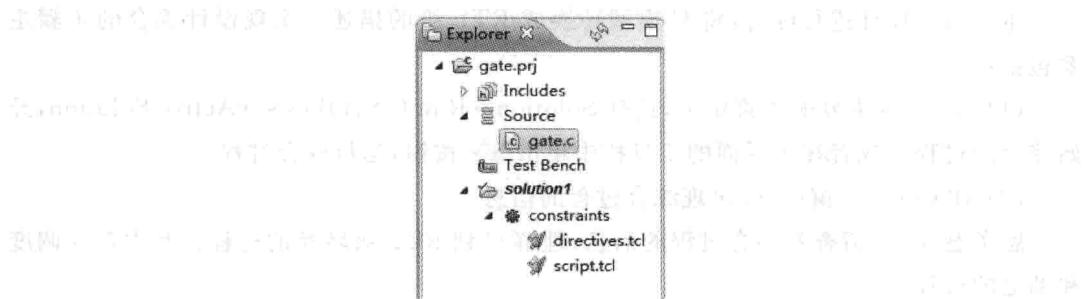

图 5.64 工程设计文件列表
- (8) 如图 5.64 所示,在 Vivado HLS 主界面左侧的 Explorer 窗口下,出现工程设计文件目录列表。在该窗口下,展开 Source, 在展开项中,选择 gate.c 文件。双击该文件名,打开 gate.c 文件。